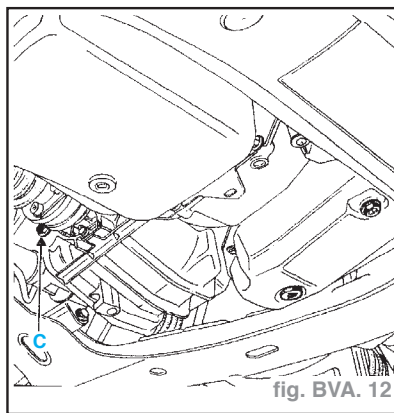

fig. BVA. 12
- Le remplissage et le niveau s'effectuent par le bouchon (C) par débordement après injection d'huile (fig. BVA. 12).